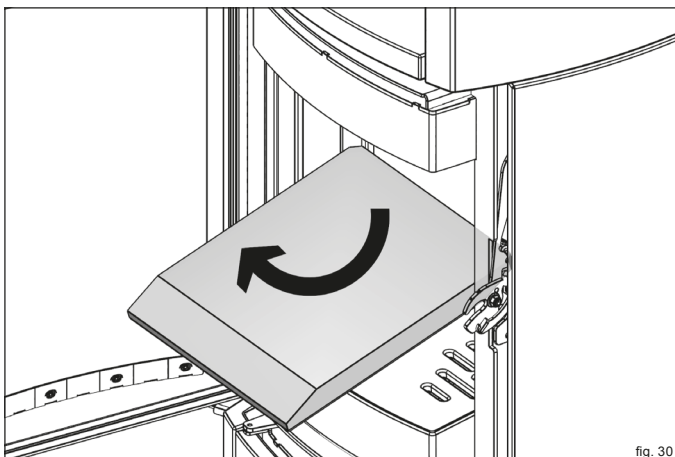

fig. 30
- ▶ Estrarre con cautela la pietra termica superiore dalla camera di combustione (fig. 30).